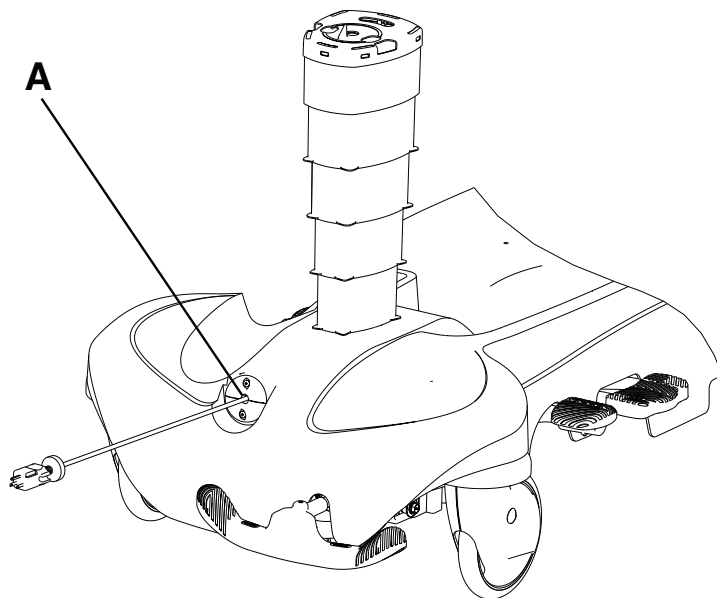

Рисунок 18 – Барабан автоматического сматывания
Чтобы размотать шнур, оттяните его от барабана автоматического сматывания (A) на желаемую длину (Рисунок 18).